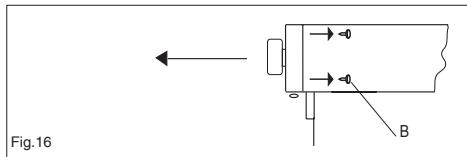

Fig.16
- Per smontare il pannello di controllo, svitare le 4 viti interne (B) che fissano il pannello di controllo alla superficie del forno (fig. 16).